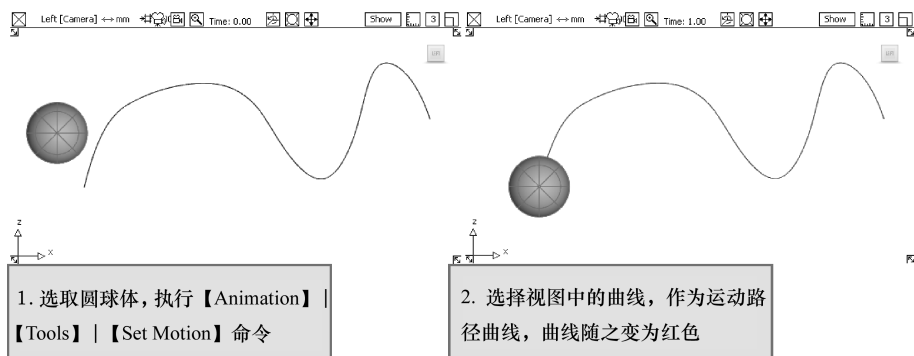

图 7-42 创建路径动画
- 02 选取圆球体，然后执行菜单栏中【Animation】|【Tools】|【Set Motion】命令，在透视图图中选取那条作为路径的曲线，如图 7-42 所示。